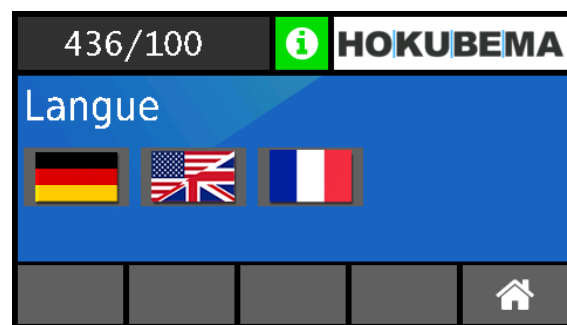

Figure 27 : menu « Définition de la langue »
- Le menu de sélection de la langue (voir ⇒ Figure 27) est ouvert en appuyant sur le symbole avec le drapeau. Il est ici possible de choisir la langue souhaitée pour la commande.